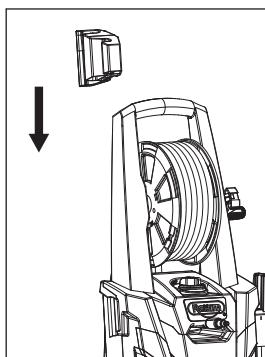

Ilustración 3 - Fije el soporte de almacenamiento
1. Fije el soporte de almacenamiento (ver la ilustración 3)